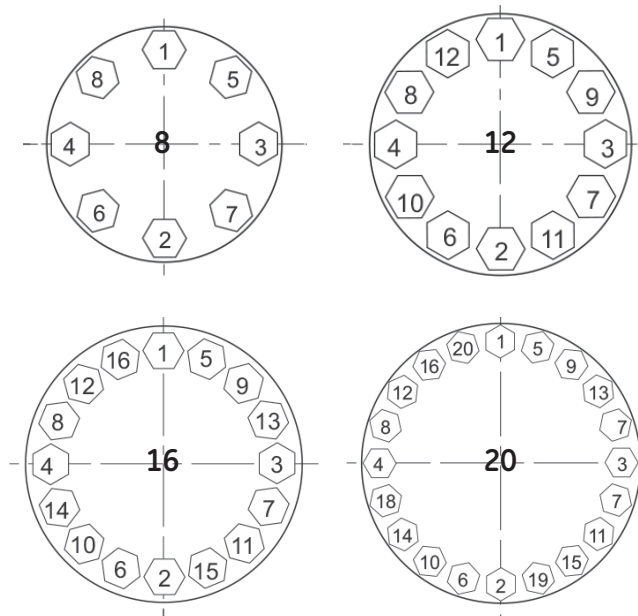

Figure 11 - Ordre de serrage des boulons
6. Serrez davantage les écrous de goujon dans l'ordre indiqué dans la **figure 11** en fonction du nombre de boulons du plan de perçage, puis appliquez le couple indiqué dans le plan d'assemblage de vanne en au moins 6 étapes de serrage à couple égal (10 %, 20 %, 40 %, 60 %, 80 % et 100 % de la valeur indiquée) sauf mention contraire.
La figure 11 illustre la séquence de serrage au couple des boulons du chapeau/corps pour une vanne SteamForm série 84002. Appliquez le couple uniformément aux écrous du corps, selon les valeurs de couple indiquées dans le plan d'assemblage pour la vanne spécifique.
11. À ce stade, les écrous doivent être serrés uniquement à la main. Pour une utilisation en service, serrez les écrous comme indiqué dans la figure 11